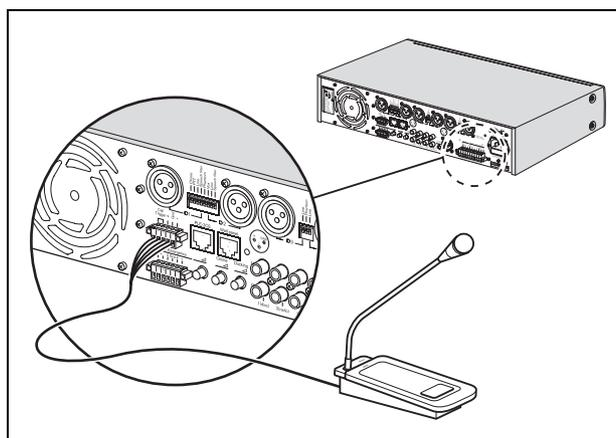

figura 4.4: connettore di tipo europeo con segnale di sincronizzazione
- Euro connector with trigger. Vedere figura 4.4.